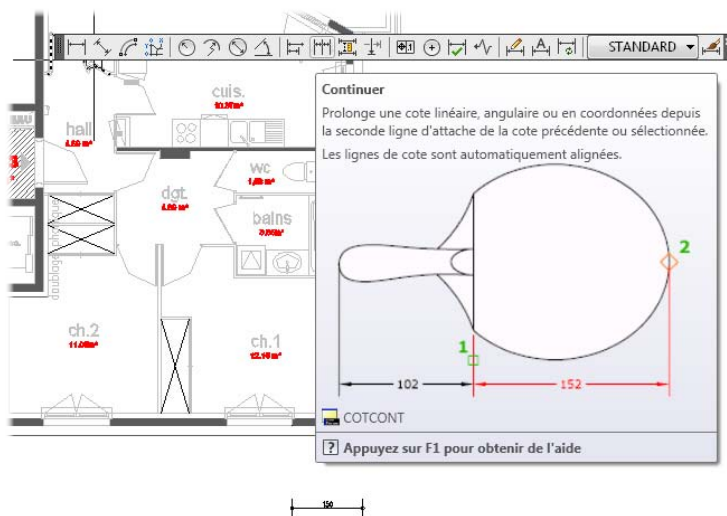

Figure 5.51
- Sélectionnez ensuite l'outil de cotation Continuer (voir Figure 5.51). Cet outil prolonge et aligne automatiquement la cotation à partir d'une cote déjà créée.